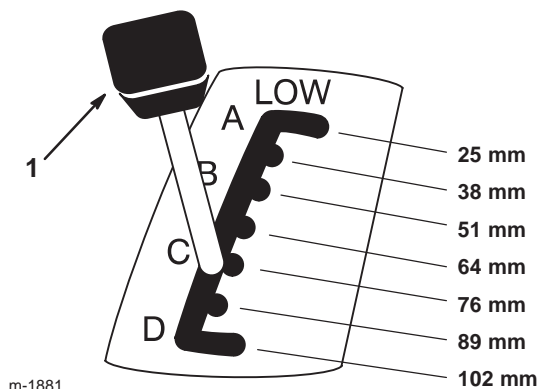

Figure 6
1. Tirez le levier de hauteur de coupe et sélectionnez la position souhaitée (Fig. 6).